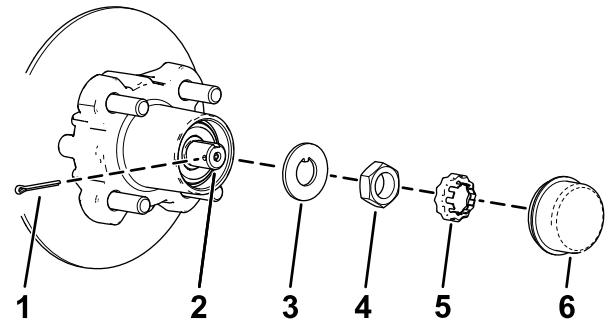

Bild 30
4. Nehmen Sie den Staubdeckel von der Radnabe ab (Bild 30).
5. Nehmen Sie den Splint und die Mutterbefestigung von der Spindel und der Spindel Mutter ab (Bild 30).
6. Nehmen Sie die Spindel Mutter von der Spindel ab und trennen die Radnabe und den Drehzylinder von der Spindel ab (Bild 30 und Bild 31).